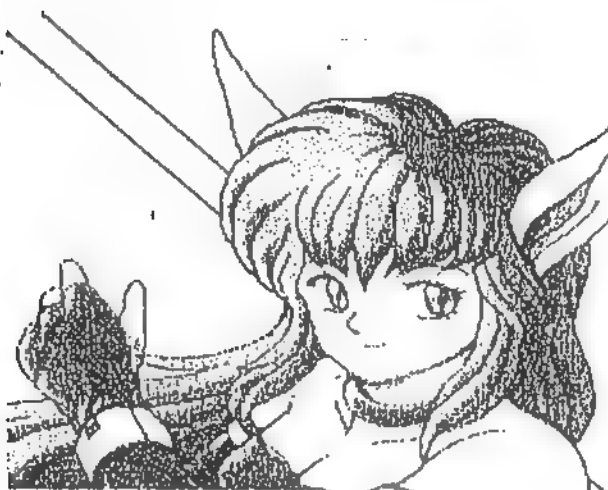

図5-7 WORD RAM 1M DMA画面
- ① CDチェッカーの電源をONします（但しDIP-SWは、全てONにする）。Ver.表示の後、“検査開始画面”になります。
- ② “検査開始画面”になったら、ピン治具に被検査基板（MEGA-CD MAIN BD及びSUB BD）をセットし、ピン治具の上面カバーをしっかりとセットした後、レバーを手前に引きます。
- ③ コントロールパットのSTARTボタンを押します。
- ④ 自動検査が進みエラーがなければ“WORD RAM 1M DMA”チェック画面になります。この画面は、32セルモード（図5-7）、40セルモード（図5-8）と自動で順次切り替わりますので、この時、画面のキャラクターの化けや欠け、色抜け、歪み等の不具合がないことを確認します。以上に問題なければ、STARTボタンを押し次の検査項目に進みます。
- ① CDチェッカーの電源をONします（但しDIP-SW1の5をOFFし、残りは全てONにする）。Ver. 表示の後、“検査開始画面”になります。
- ③ コントロールパット（又は、コントロールスイッチ）のSTARTボタンを押します。
- ① CDチェッカーの電源をONします（但しDIP-SW1の5をOFFし、残りは全てONにする）。Ver.表示の後、“検査開始画面”になります。